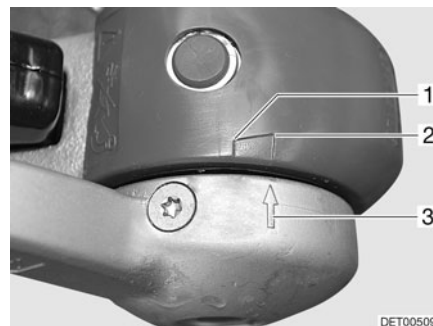

Fig. 175 Garnitures de friction
- Si la flèche se trouvant sur le disque de pression (Fig. 175,3) se trouve devant ou touche la zone témoin (Fig. 175,2), les garnitures de friction sont encore à l'état neuf.
- Si la flèche du disque de pression se trouve dans la zone témoin (Fig. 175,1 à 2), les coupelles de friction sont légèrement usées.
- Si la flèche du disque de pression se trouve à la fin de la zone témoin (Fig. 175,1) ou la dépasse, les coupelles de friction sont usées.